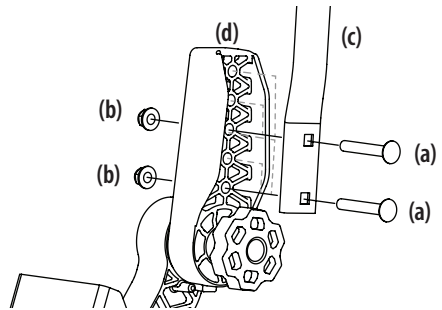

Figure 8
1. Retirez les deux vis de carrosserie (a) et les deux écrous de blocage à bride (b) qui fixent le levier de commande de transmission des barres de conduite (c) au dispositif de réglage de la poignée supérieure (d). Consultez la Figure 8.
2. Déplacez le levier de commande de transmission des barres de conduite vers l'une des trois hauteurs disponibles et fixez-le à l'aide des vis de carrosserie et des écrous de blocage à bride. Consultez la Figure 8.
4. Si les barres de conduite ne sont pas alignées après ce réglage, desserrez les écrous (b) des barres, alignez les barres de conduite et resserrez les écrous. Ainsi, les barres de conduite seront alignées lorsque vous ajusterez leur position dans le futur. Consultez la Figure 8.